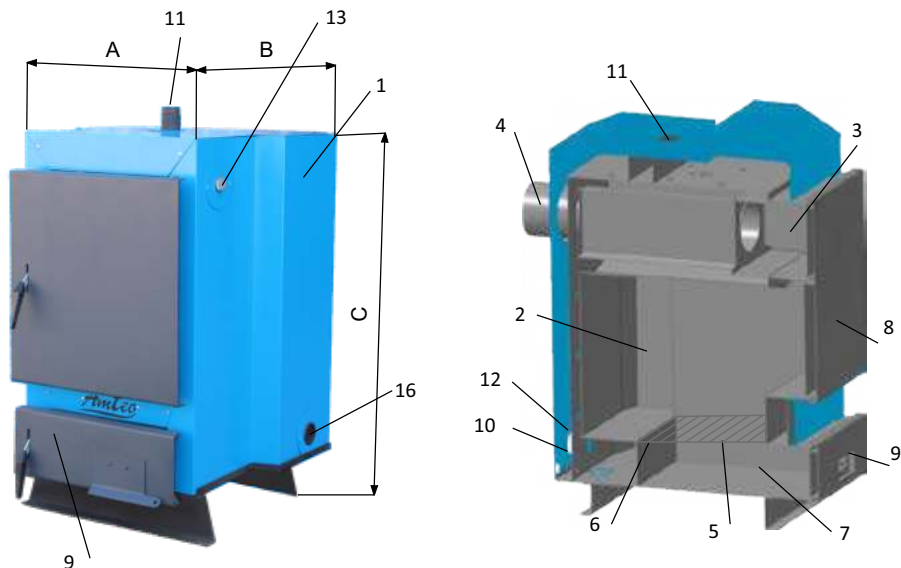

Рис. 1 Котёл «AMTEO»
4.1. Котёл (рис. 1) состоит из: корпуса (1), топки (2), газохода (3), дымохода (4). В нижней части топки устанавливаются колосники (5) на опоры (6), зольник (7). К передней стенке корпуса котла на осях присоединяются загрузочная дверца (она же служит для обслуживания газохода) (8), дверца для обслуживания (9), патрубок обратного трубопровода (10), патрубок подающего трубопровода (11), патрубок для слива воды с котла (12), отверстие для установки тягорегулятора (13), отверстие для установки ТЭНа (16).